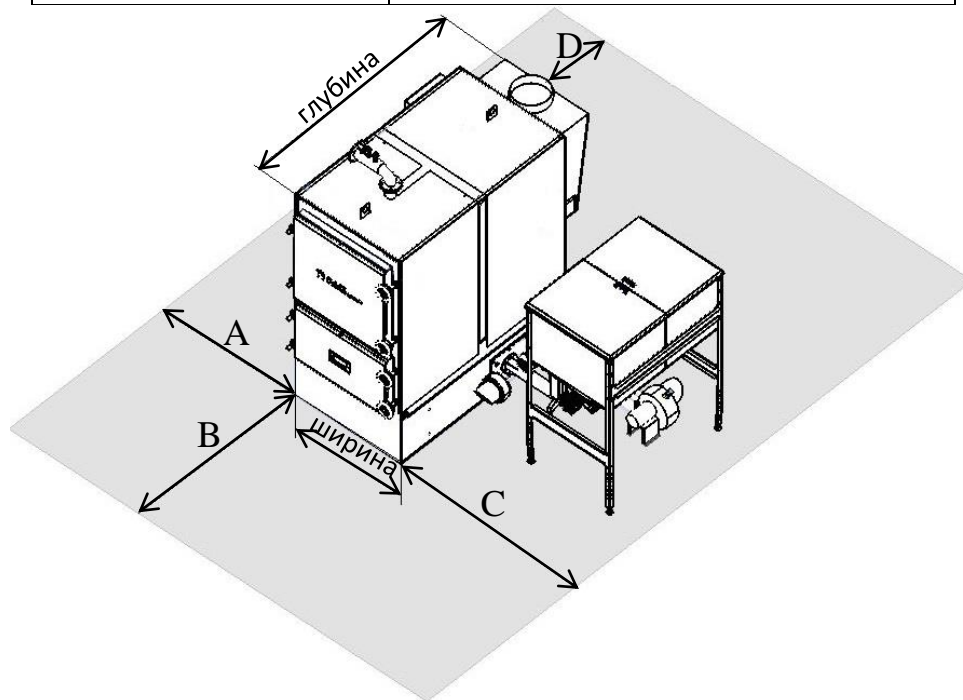

Рис. 23
2.6.1.4 При установке котла в котельной необходимо соблюдать требования выдерживания свободных расстояний до ближайших препятствий (рис. 23). В указанных размерах свободных расстояний не должно находиться никаких предметов, ни трубопроводов, ни других элементов котельной. Указанные технологические проходы должны быть свободны для доступа в любое время и ничем не загромождены.
Обозначение на рис. 23	Требуемое значение размера.